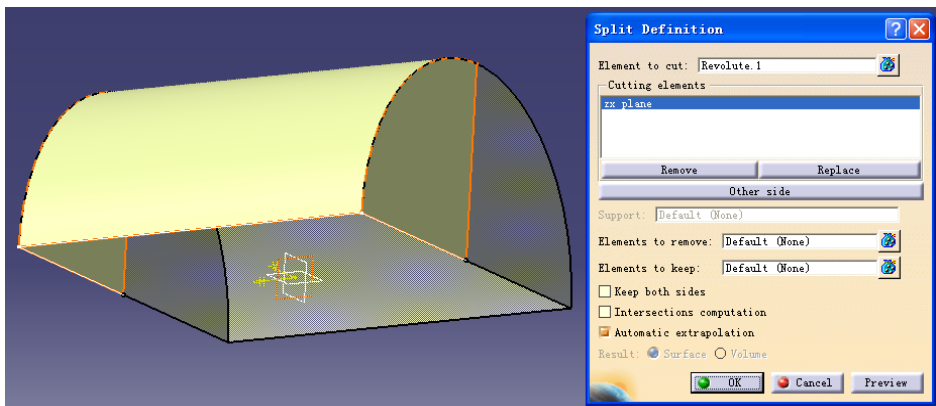

图 4-51
□ 根据基准面删除部分曲面的命令  。用 Translate 步骤 1 的图，点击  键。Element to cut 栏中用鼠标选择模型，Cutting elements 栏中按鼠标的右键后，选择所需基准面后，点击 OK 键（见图 4-51）。